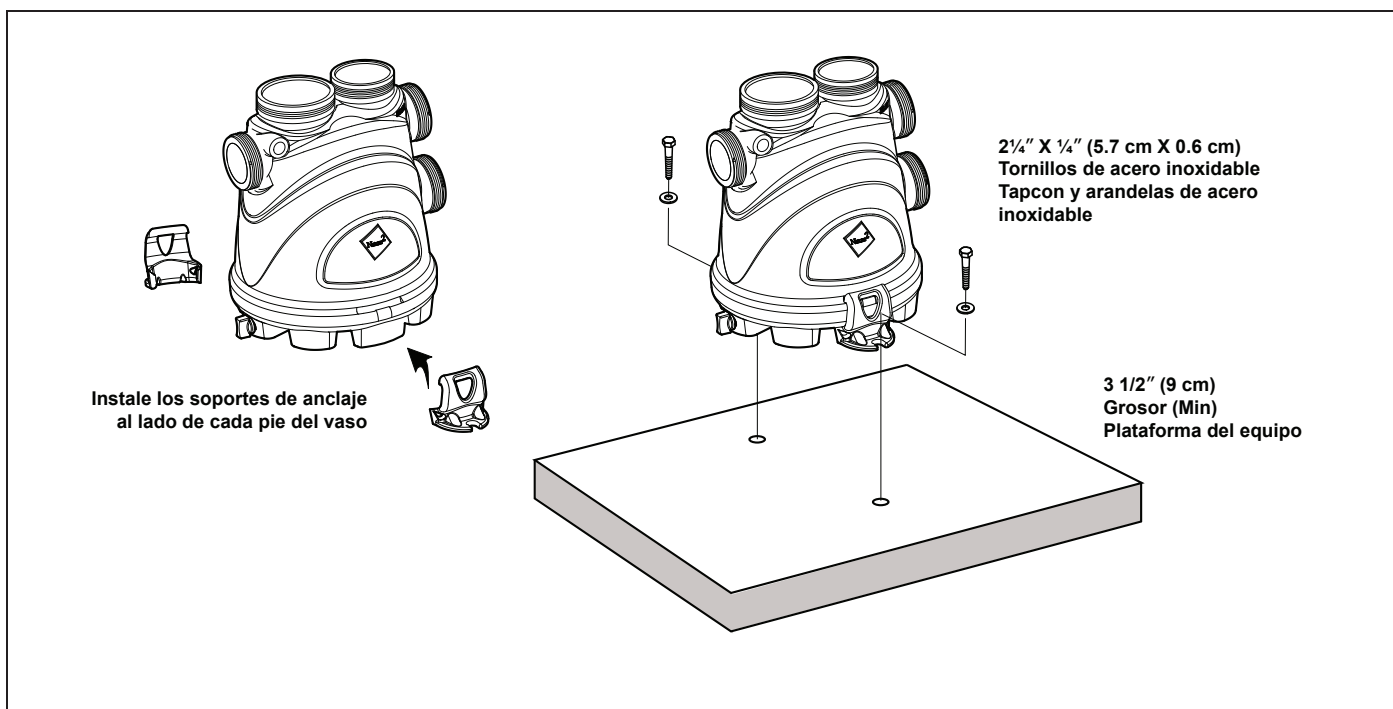

Figura 2. Instalación de los soportes de anclas
1. Manualmente coloque las dos (2) anclas en los pies al costado del vaso, como se muestra en la Figura 2. Asegúrese de que estos soportes de anclas se coloquen firmemente a los pies de la vaso.
3. Perfore los agujeros de 5/32" (0,5 cm) en la plataforma para cada uno de lass dos (2) anclas. El tamaño correcto de broca de concreto debe ser obtenido cuando se compran los tornillos de concreto.
4. Instale los tornillos Tapcon y arandelas en cada uno de los dos (2) agujeros para asegurar el vaso a la plataforma de equipos. No se exceda en apretar los tornillos.